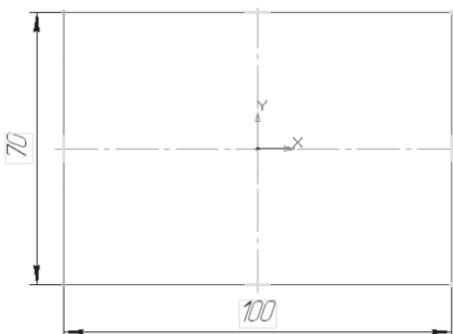

Рис. 165
- – **Прямоугольник по центру и вершине**. Укажите начало координат, на панели **Свойства** выберите команду **С осями** и постройте прямоугольник высотой 70 мм и шириной 100 мм (рис. 165);